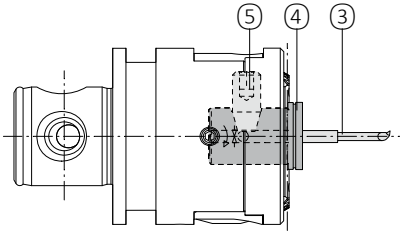

Bild 1
**Ausdrehwerkzeuge längeneinstellbar (Bild 1)**